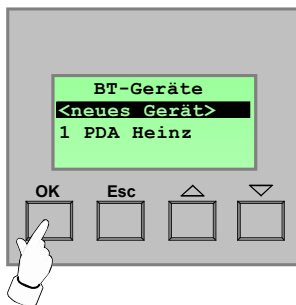

Bild 7: BT-Geräte
Bei korrekter Eingabe der letzten Ziffer wird das Bluetooth-Gerätemenü angezeigt (vgl. Schritt 5. / Bild 7).
5. Im Menü "BT-Geräte" zeigt sich eine Liste mit den Namen aller eingelernten Bluetooth-Endgeräte. Die Liste ist leer, wenn noch kein Endgerät eingelernt ist. Durch Anwählen des Menüeintrags "<neues Gerät>" mit den Pfeiltasten und Betätigung der Taste "OK" können Endgeräte eingelernt werden (vgl. Bild 7). Eine Betätigung der Taste "ESC" bewirkt den Rücksprung in das Hauptmenü.